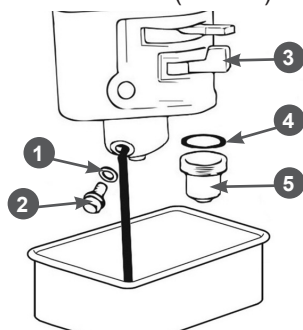

Рис. 24 Обслуживание карбюратора
1. Установите под карбюратор подходящую емкость (Рис. 24).
2. Установите рычаг топливного крана в положение «ЗАКРЫТО» (Рис. 24).
3. Открутите болт 2 сливного отверстия и слейте топливо из поплавковой камеры карбюратора в приготовленную для этого ёмкость (Рис. 24).
4. Открутите стакан отстойника 5 (при его наличии), вылейте из него топливо в заранее подготовленную емкость (Рис. 24).